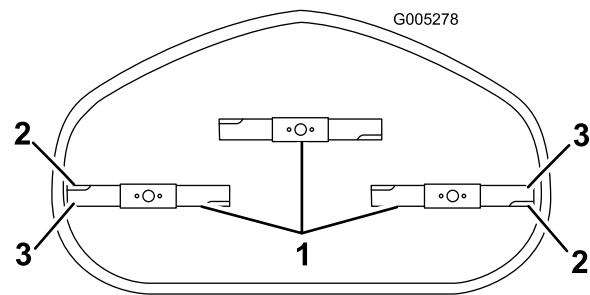

Figura 41
6. Misurate la distanza tra i taglienti esterni e la superficie piatta (Figura 41). Se entrambe le misure non rientrano nella tolleranza di 5 mm è necessario regolare; proseguite l'operazione.
5. Fate ruotare con cautela la lama (o lame) da un lato all'altro (Figura 41). Misurate la distanza tra i taglienti esterni e la superficie piatta (Figura 41). Se entrambe le misure non rientrano nella tolleranza di 5 mm è necessario regolare; proseguite l'operazione.